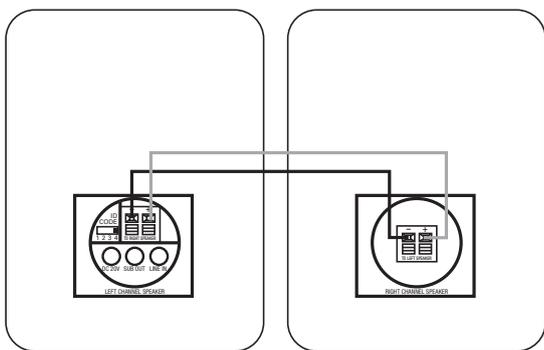

Figura 3.
Vea la Figura 3. Observe que el cable de altavoz suministrado dispone de indicadores de polaridad para ayudar a distinguir los dos conductores. Utilice estos indicadores para asegurarse de conectar el terminal positivo (+) de un altavoz con el terminal positivo (+) del otro, así como el terminal negativo (-) con el negativo (-) del otro. No importa el conductor elegido para interconectar entre sí los terminales positivos (+) o negativos(-).
Paso 3. Conecte el cable de altavoz (incluido) entre los terminales de presión del altavoz activo ⑥ y los terminales de presión de la parte trasera del altavoz pasivo ⑩, tal como muestra la Figura 3. Observe que el cable de altavoz suministrado dispone de indicadores de polaridad para ayudar a distinguir los dos conductores. Utilice estos indicadores para asegurarse de conectar el terminal positivo (+) de un altavoz con el terminal positivo (+) del otro, así como el terminal negativo (-) con el negativo (-) del otro. No importa el conductor elegido para interconectar entre sí los terminales positivos (+) o negativos (-).
Paso 4. Conecte el módulo transmisor ⑫ y el altavoz activo ⑦ en una toma de corriente. Asegúrese de que la antena del transmisor ⑪ está extendida verticalmente.
Paso 5. Asegúrese de que el código ID del transmisor ⑬ coincide con el código ajustado en el altavoz activo ⑤. Consulte la página 8 de este manual si desea más información acerca de los códigos ID. Si es necesario, configure su receptor para activar y ajustar el nivel de las salidas preamplificadas de los canales principales/frontales (consulte el manual de su dispositivo fuente para instrucciones más específicas).
Paso 3. Conecte el cable de altavoz (incluido) entre los terminales de presión del altavoz activo ⑥ y los terminales de presión de la parte trasera del altavoz pasivo ⑩, tal como muestra la Figura 3. Observe que el cable de altavoz suministrado dispone de indicadores de polaridad para ayudar a distinguir los dos conductores. Utilice estos indicadores para asegurarse de conectar el terminal positivo (+) de un altavoz con el terminal positivo (+) del otro, así como el terminal negativo (–) con el negativo (–) del otro. No importa el conductor elegido para interconectar entre sí los terminales positivos (+) o negativos(–).
Paso 4. Conecte el módulo transmisor ⑫ y el altavoz activo ⑦ en una toma de corriente, utilizando el alimentador y cable de corriente adecuados. Asegúrese de que la antena del transmisor ⑪ está extendida verticalmente.